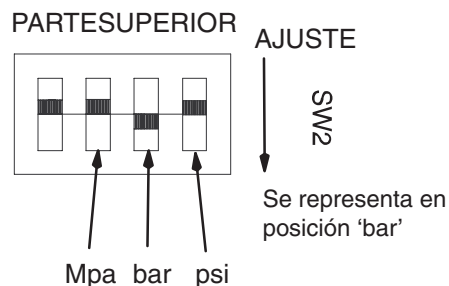

Fig. 6
4. Coloque los interruptores de la parte trasera de la pantalla de visualización (49) en la posición que desee, Fig. 6.